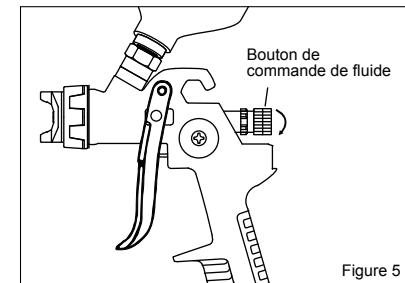

Figure 5
- Tournez le bouton de commande de fluide dans le sens horaire jusqu'à la fermeture. (Voir la Figure 5)